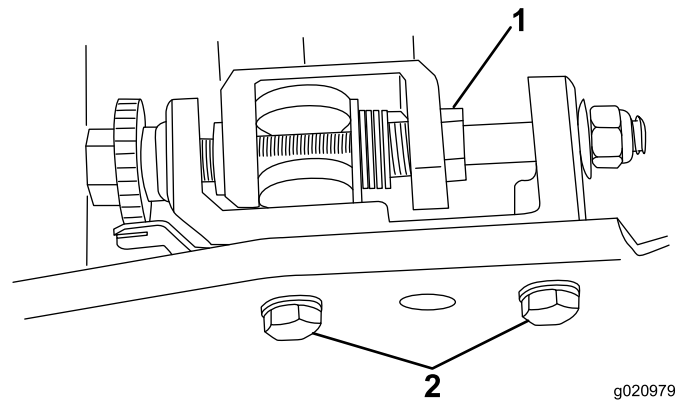

图4
- 使用 $\frac{7}{8}$ 英寸的标准扳手，拧松右和左底刀调节器上的弹簧张力螺丝（图4）。
- 卸下将左底刀架调节器架固定到侧板上的 2 个螺栓和垫圈（图4）。
16. 如果您打算将此套件安装到序列号在 230999999 之前的 **Greensmaster 800 剪草机**、序列号在 229999999 之前的 **Greensmaster 1000 剪草机**或序列号在 260001401 之前的 **Greensmaster 1600 剪草机**上，请使用之前卸下的螺栓和垫圈，将左底刀架调节器架安装到侧板上（图4）。